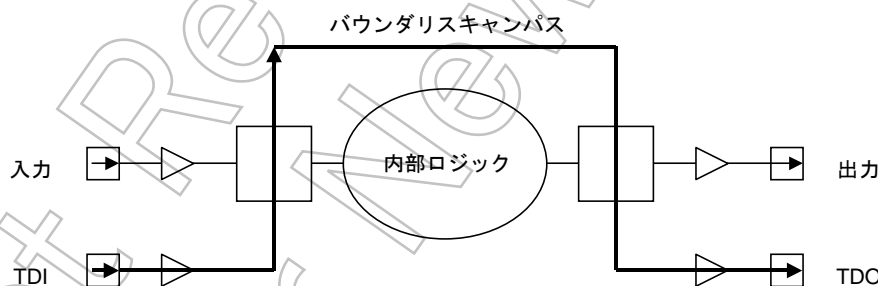

図 20.10 PRELOAD が選択されているときのテストデータの流れ
- PRELOAD は他の命令を選択するまえに、バウンダリスキャンレジスタを初期化するのに使います。例えば、前に述べたように EXTEST 命令を選択するまえに PRELOAD を用いてバウンダリスキャンレジスタを初期化します。PRELOAD はシステムロジックの通常動作に影響を与えずに、バウンダリスキャンレジスタにデータをシフトします。図 20.10 に SAMPLE/PRELOAD 命令の PRELOAD を実行しているあいだのデータの流れを示します。